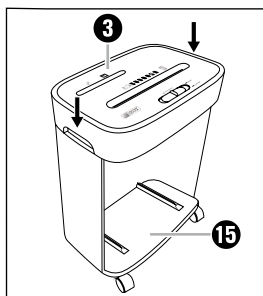

Fig. 2
- ◆ Pressione o acessório de corte **3** firmemente para baixo até engatar de forma audível na base do aparelho **15** (ver fig. 2).